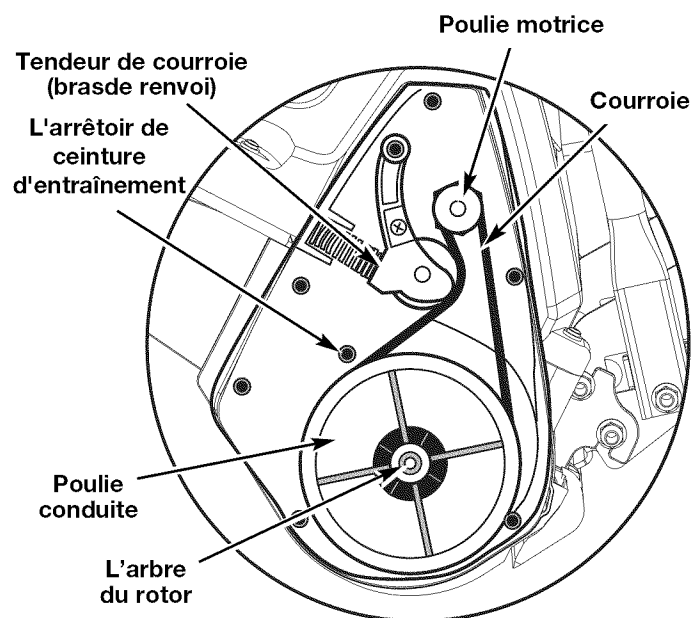

Fig. 10a
5. Remplacez le couvercle à l'aide des sept vis. Pour faciliter l'installation, placez la partie étroite du couvercle dans le renforcement du boîtier. Posez les deux vis supérieures, puis enfoncez le reste du couvercle dans le renforcement et par dessus l'arbre du rotor (Fig. 10a). Serrez les sept vis avec un couple de serrage de **2,0 à 2,5 N•m (18 à 23 po•lb)**.